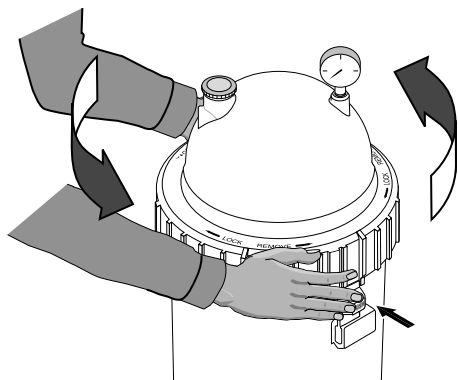

Figure 4 – Appuyer sur le verrou de sécurité pour dévisser la bague Posi-Ring^{MD}.
- a. Appuyer sur le verrou de sécurité (qui se trouve sous la bague) en le poussant vers le corps du filtre pour le dégager (se reporter à la Figure 4).